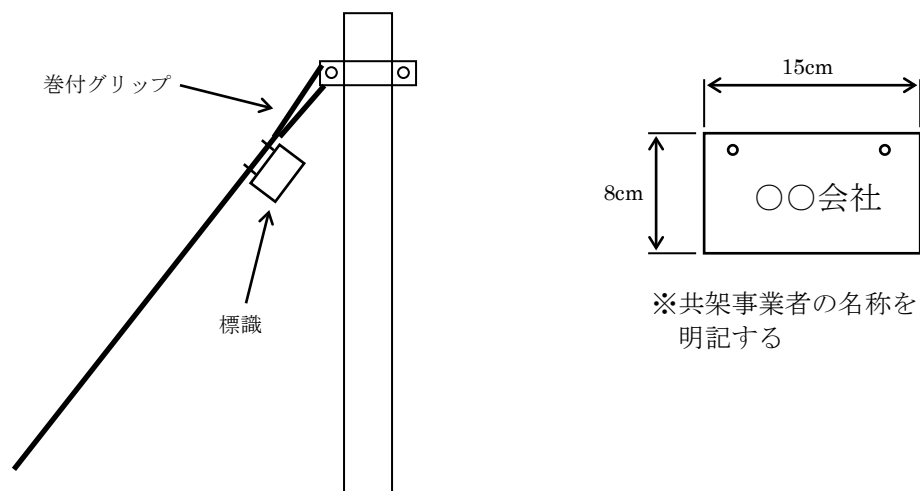

図4 標識の取付方法
- (1) 標識は、共架事業者の名称を明記した、地上から容易に読み取れる大きさ（標準寸法；縦8cm，横15cm）で、かつ耐久性に優れたものとする。
- (2) 標識は各施設箇所ごとに、図4により取り付ける。